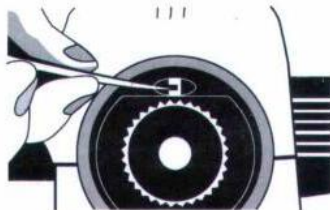

图 15
④, 调整分划板校正螺丝 (如图 15), 使视距丝对准 $b_2 = a_2 - (a_1 - b_1)$, 重复上述步骤直到 $|(a_1 - b_1) - (a_2 - b_2)| \leq 3\text{mm}$ 为止。